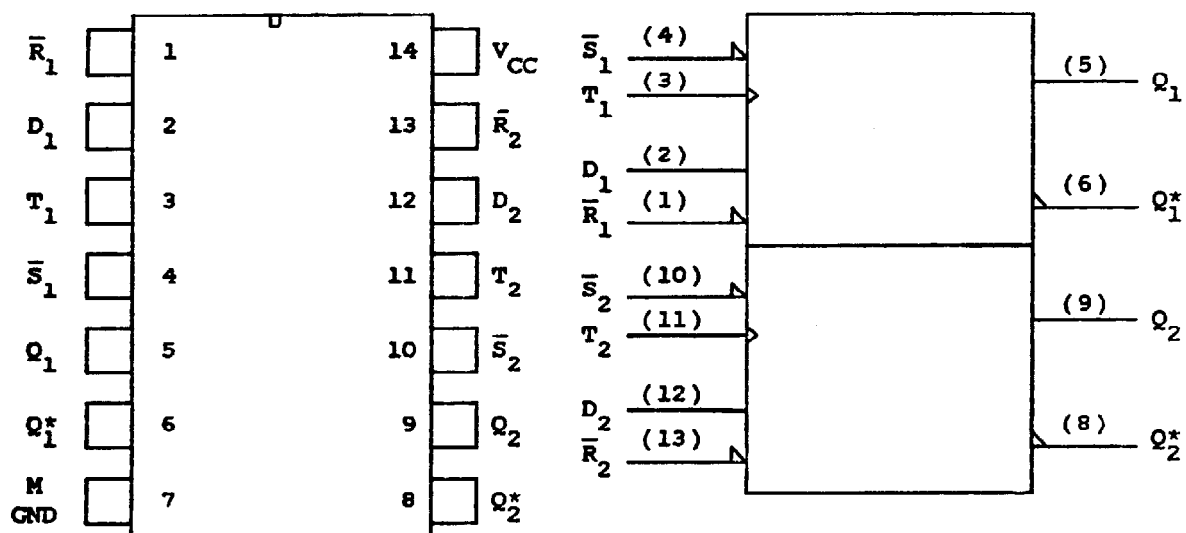

FIG. 1
Voir Figure 1
See Figure 1
- Brochage et schéma synoptique : selon Figure 1 ci-après
- Terminal identification and block-diagram : see Figure 1